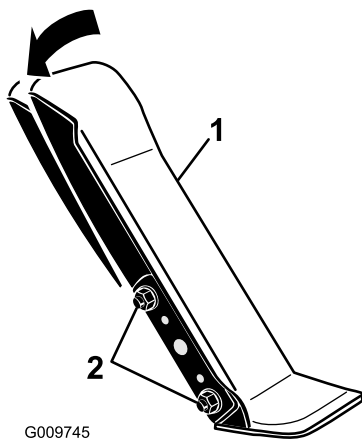

Figure 57
1. Desserrez les 2 écrous et boulons qui fixent le côté gauche de la pédale de déplacement au support (Figure 57).
2. Faites pivoter la pédale à l'angle voulu puis serrez les écrous (Figure 57).